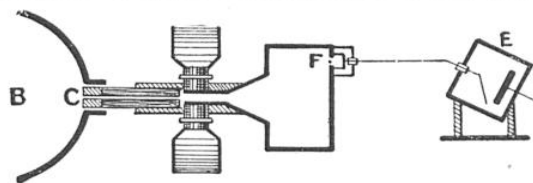

FIG. 4. — LE SECOND APPAREIL DE SIR J.-J. THOMSON
J.-J. Thomson a résolu ce nouveau problème en modifiant son appareil comme l'explique la figure 4 : la chambre de mesure porte une fente F , derrière laquelle se trouve un cylindre de Faraday relié à un électroscope E ; on fait défiler devant cette fente les pincesaux de rayons positifs correspondant aux divers isotopes ; chacun d'eux apporte à l'électroscope une charge électrique proportionnelle au nombre des particules qui le constituent ; ainsi, l'un des pincesaux du néon étant neuf fois plus actif que l'autre, on conclut que le gaz contient 90 % de l'isotope 20 et 10 % de l'isotope 22. De même, le chlore est formé par un mélange de 78 % d'isotope 35 avec 22 % d'isotope 37.